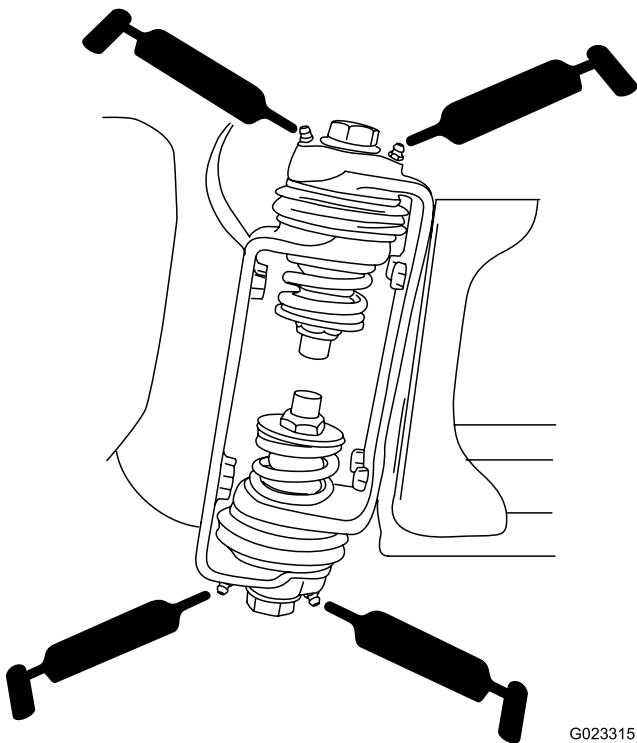

Figure 17
2. Injectez la graisse dans le roulement ou la bague de chaque graisseur (Figure 17).